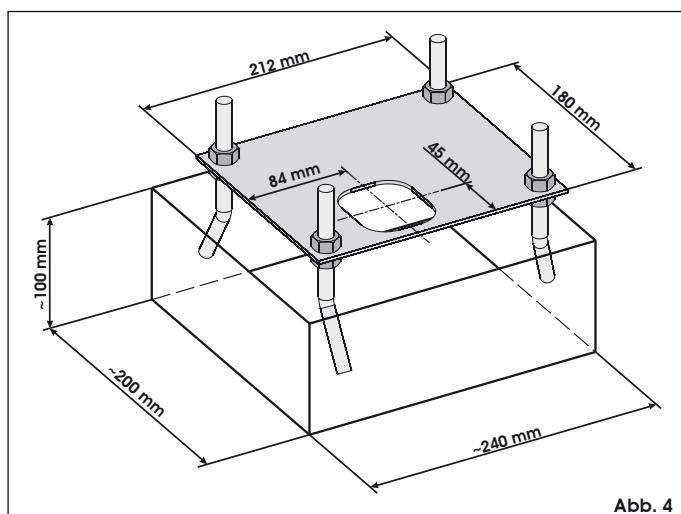
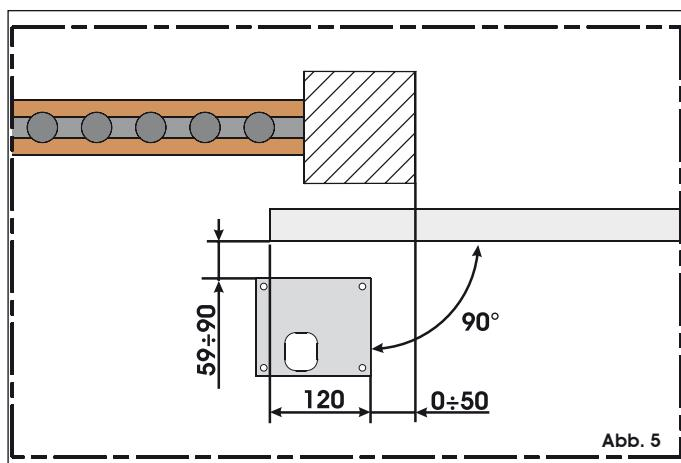
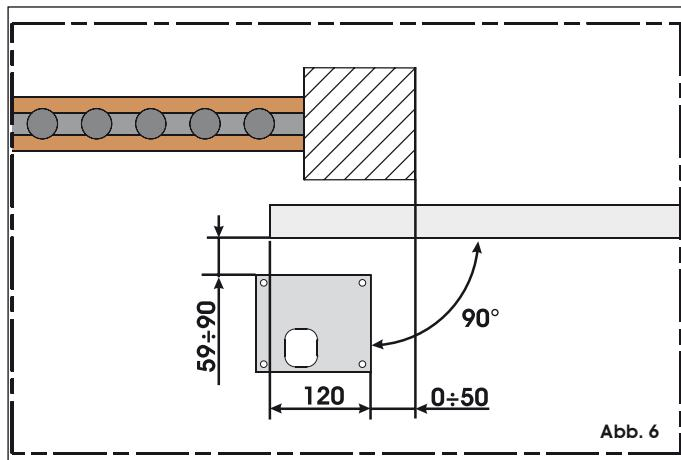

Abb. 4
Abb. 5
Abb. 6
2. Einen Aushub für die Grundplatte vornehmen, siehe Abb. 4. Die Gründungsplatte ist laut Angaben in Abb. 5 (Schließen rechts) oder Abb. 6 (Schließen links) zu positionieren, um das ordnungsgemäße Eingreifen zwischen Ritzel und Zahnstange zu gewährleisten.
- ⚠ 2) Der Antrieb wird für eine Montage geliefert, bei der – von der Innenseite aus gesehen – das Tor rechts vom Antrieb geschlossen wird (Abb. 5). Wenn das Tor links geschlossen wird, muss die Verbindung der an den Klemmen des Motors angeschlossenen Kabel ausgetauscht werden.**